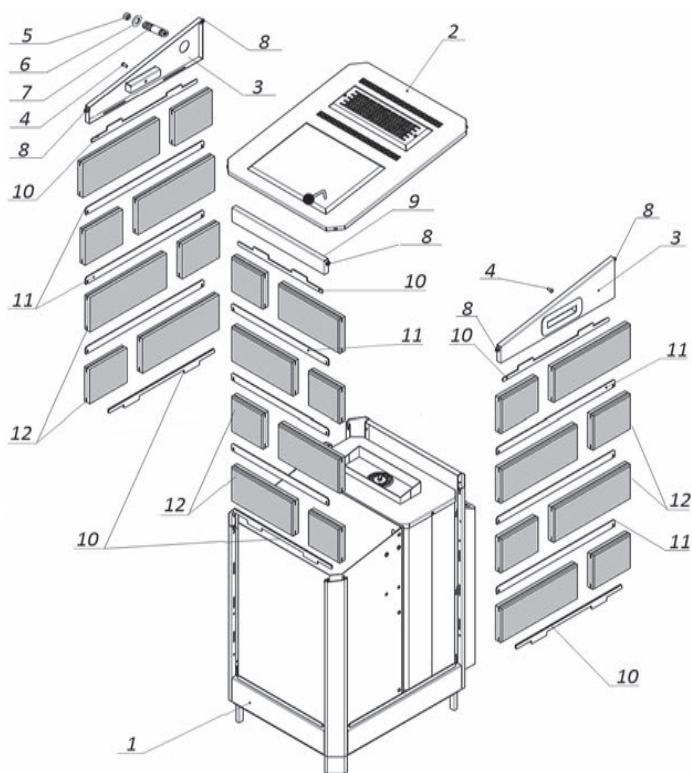
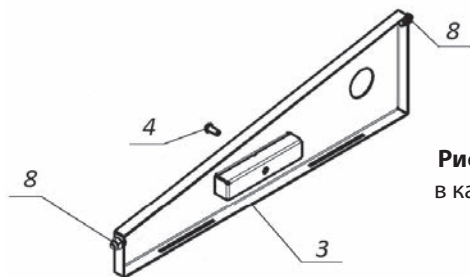

Рис. 9 Схема сборки каменной облицовки
Рис. 10 Боковая стенка корпуса ЭНУ
2.1.3.1 Внимание! Прежде чем устанавливать каменную облицовку необходимо подключить электрическую печь к электрической и водопроводной сетям выполнив пункты 2.1.1 и 2.1.2 данного Руководства. Установить печь на место её эксплуатации. Схема сборки каменной облицовки представлена на рис. 9.
2.1.3.2 Распаковать и рассортировать по длинам каменные плитки (поз. 12, рис. 9) и металлические вставки (поз. 10 и 11, рис. 9) на переднюю и боковые стенки ЭНУ.
2.1.3.3 Снять верхнюю крышку (поз. 2, рис. 9). Для этого открутить 4 самонарезных винта на угловых торцах крышки. Отвернуть пробку (поз. 5, рис. 9) и декоративную гайку (поз. 6, рис. 9), после этого выкрутить шуруп отбора пара (поз. 7, рис. 9). Выкрутить из боковых ручек винты (поз. 4, рис. 9, рис. 10). Во внутренней полости уголков корпуса ЭНУ ослабить гайки крепления (поз. 8, рис. 9, рис. 10) передней (поз. 9, рис. 9) и боковых (поз. 3, рис. 9, рис. 10) стенок. Потянув вверх снять боковые и переднюю стенки.
2.1.3.4 Установить металлические вставки с выступами (поз. 10, рис. 9) на панели основания (поз. 1, рис. 9) совместив выступающие части планок с вырезами в панелях. Установить каменные плитки (поз. 12, рис. 9) первого ряда со всех трёх сторон, надев плитку прорезью на вставку (поз. 10, рис. 9). В прорези установленных плиток вложить металлические вставки (поз. 11, рис. 9) и установить второй ряд плиток. Следующие ряды каменных плиток устанавливаются аналогично. После установки последнего (верхнего) ряда плиток в их прорези укладываются металлические вставки с выступами (поз. 10, рис. 9). Схемы установки декоративных, каменных плит показаны на рисунке 11.
2.1.3.5 Установить боковые (поз. 3, рис. 9, рис. 10) и переднюю (поз. 9, рис. 9) стенку совместив выступы металлических вставок (поз. 10, рис. 9) с прорезями в нижних гранях стенок. Затянуть гайки крепления (поз. 8, рис. 9, рис. 10). Завернуть винты (поз. 4, рис. 9, рис. 10) в ручки боковых стенок.
2.1.3.6 Используя ленту Фум ввернуть в парогенератор штуцер отбора пара (поз. 7, рис. 9). На штуцер установить декоративную гайку (поз. 6, рис. 9), после этого навернуть пробку (поз. 5, рис. 9).
2.1.3.7 Установить и закрепить саморезами верхнюю крышку (поз. 2, рис. 9).